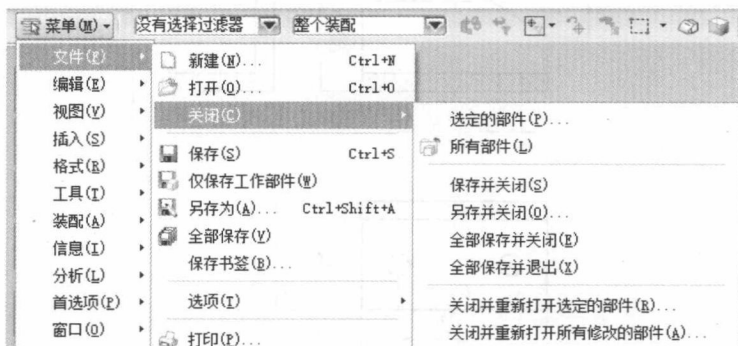

图 1-4 关闭文件菜单
(1) 完成建模工作以后, 需要将文件关闭, 以保证所做工作不会被系统意外修改。选择【文件】|【关闭】子菜单中的命令可以关闭文件, 如图 1-4 所示。